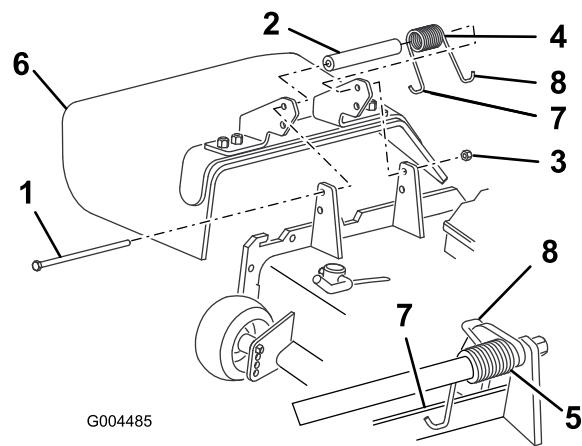

図 79
2. デフレクタをピボット・ブラケットに固定しているロックナット、ボルト、スプリング、スペーサを外す(図 79)。デフレクタを取り外す。
3. デフレクタのブラケットの間にスペーサとスプリングを入れる(図 79)。スプリングの左側のフックを、デッキのエッジに引っ掛ける。
注 ボルトを取り付ける前に、スプリングのJ字フックがデッキの後部エッジに図 79 のように取り付けられていることを確認してください。
4. ボルトとナットを取り付ける。スプリングの右側のフックを、デフレクタに引っ掛ける(図 79)。